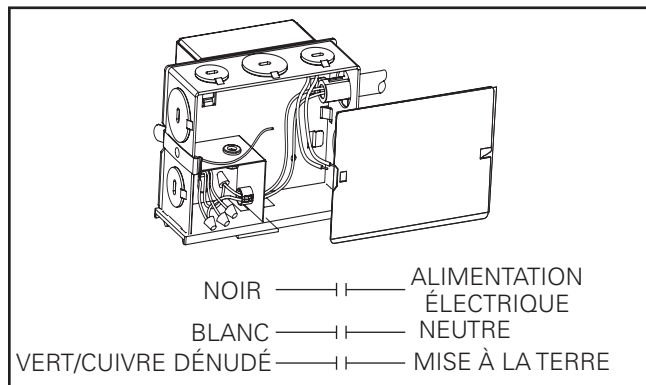

Figure 13.
2. Retirez le couvercle de la boîte de jonction (Figure 13.).